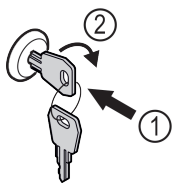

Fig. 126
- ▶ Klíč zasuněte dovnitř Fig. 126 (1).
- ▶ Otáčejte klíčem o 90° ve směru hodinových ručiček Fig. 126 (2).